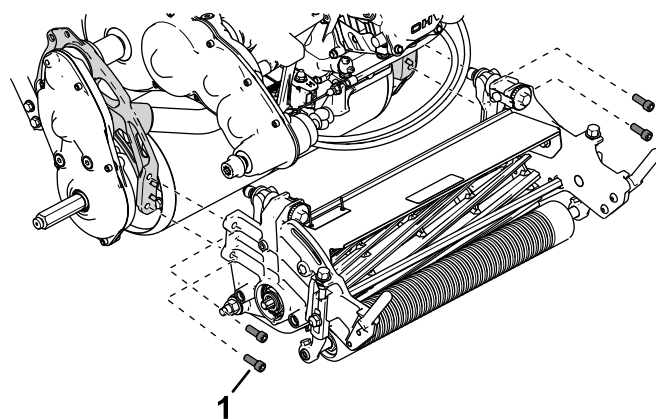

Рисунок 4
3. Используйте 4 винта с внутренними шестигранниками для установки режущего блока на машину (Рисунок 4).